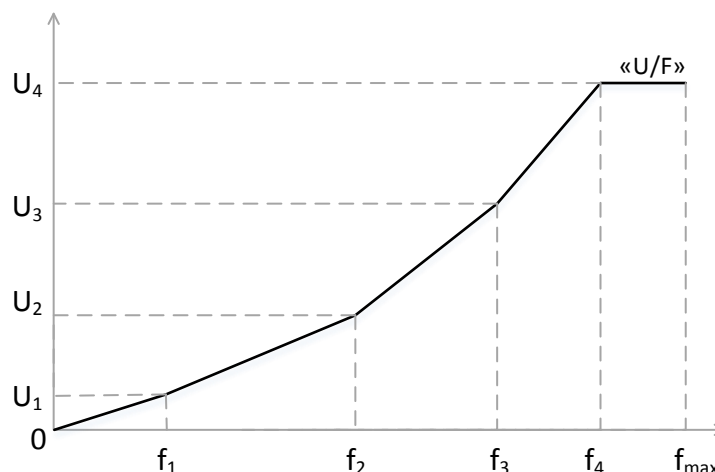

Рисунок 9 – Формирование напряжение на выходе МПЧ
2.2.6.1 При скалярном управлении зависимость действующего значения напряжения на выходе МПЧ от частоты «U/f» формируется по четырем точкам – параметрами в РХ по адресам 12-19 (см. рис. 9). Между точками зависимость аппроксимируется линейно.